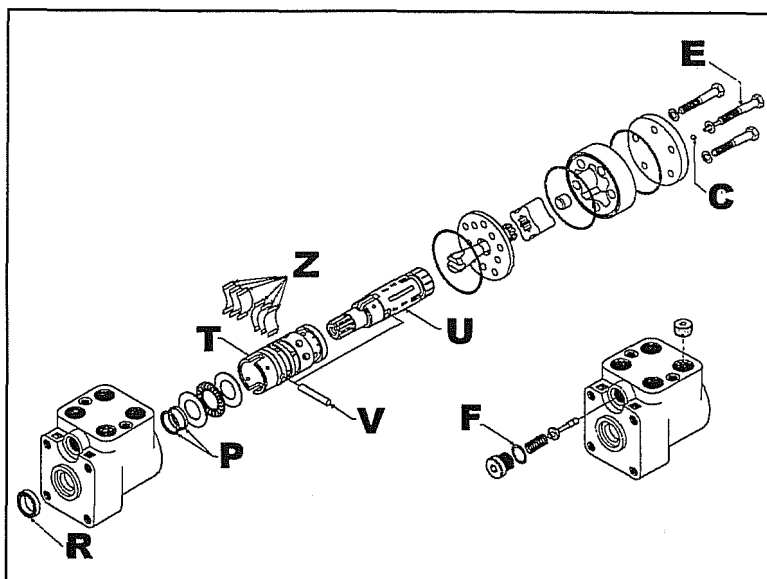
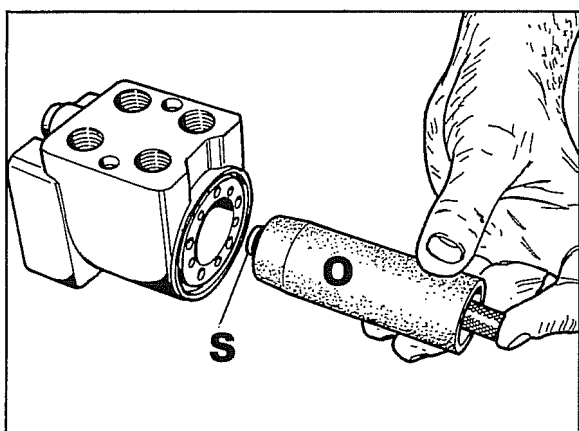
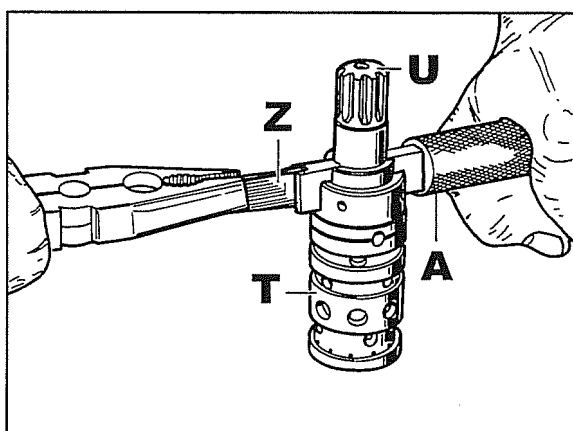

Fig. 61
Fig. 64
Fig. 65
4. A fig. 61 mostra os componentes da direcção hidráulica.
- Utilizar a ferramenta especial **O** fig. 64 para montar o anel Combi **P** e anel de protecção da poeira **R** fig. 61 e 63.
- a. Colocar o anel no perno interno **S** fig. 64 da ferramenta.
- b. Mantendo o perno interno premido como mostra a fig. 64, introduzir o anel no próprio alojamento.
- Pré montar o cilindro distribuidor central (partes **T-U** fig. 61 e 65) introduzindo a ficha **V**, e a seguir montar as molas **Z** (fig. 61 e 65) como ilustrado na fig. 65.
A ficha **V** fig. 61 e 67, deve encontrar-se em posição perpendicular ao acima referido plano tal como indicado na fig. 67\_1.
- O parafuso **E** com a relativa esfera **C** fig. 61, devem ser posicionados no furo **D** fig. 67.
- O anel de retenção **F** fig. 61 e 63, que forma a série anéis de retenção, deve ser utilizado para substituir o anel da tampa válvula de máxima.